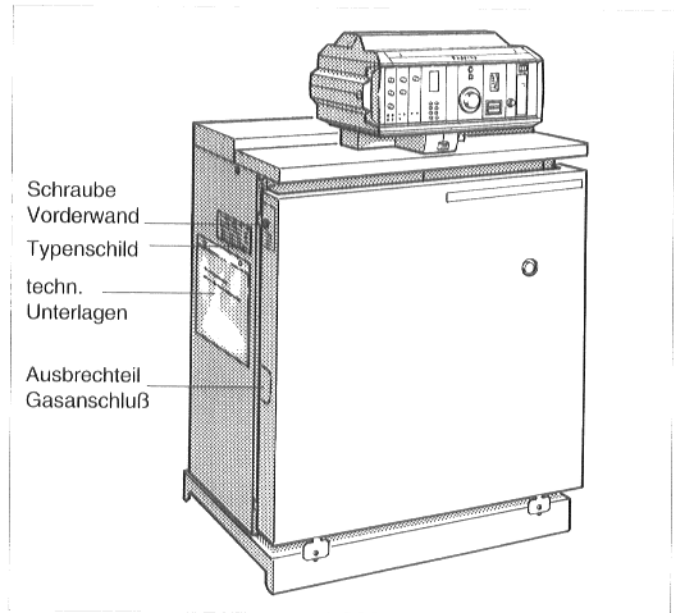

Abb. 18: G_224 L
- Entfernen Sie eines der beiden Ausbrechteile für den Gasanschluß wahlweise links oder rechts in der Vorderwand (Abb. 18).
- Sicherungsschrauben oben seitlich links und rechts in Vorderwand eindrehen (Abb. 18).
Das Typenschild sowie die Sichttasche mit den technischen Unterlagen (Abb. 18) sollten von der linken auf die rechte Seitenwand montiert werden, wenn sie dort besser sichtbar sind.